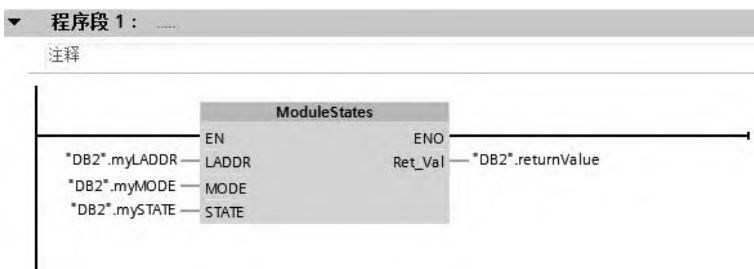

图 10-35 OB30 中的程序
④ 在循环组织块 OB30 中，编写程序，如图 10-35 所示。